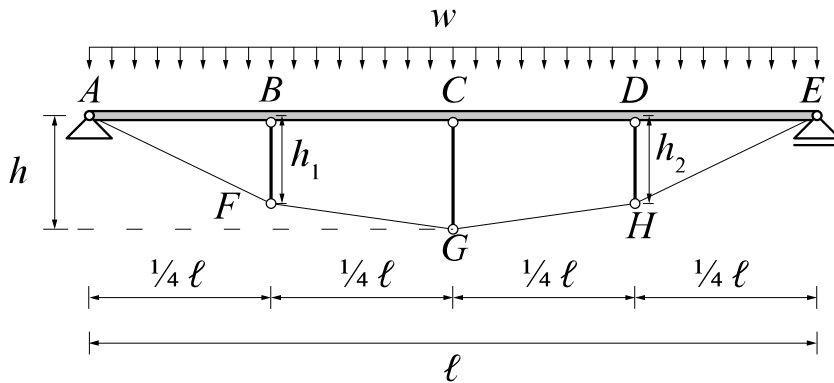

図 1
- (3) 図 1 の張弦梁において、束 BF, CG, DH のすべてに圧縮力がかかり、ケーブル AF, FG, GH, HE のすべてに張力がかかるときの、 h_1 および h_2 の取りうる範囲を、 h_1 と h_2 を軸にとった h_1 - h_2 平面上に図示せよ。